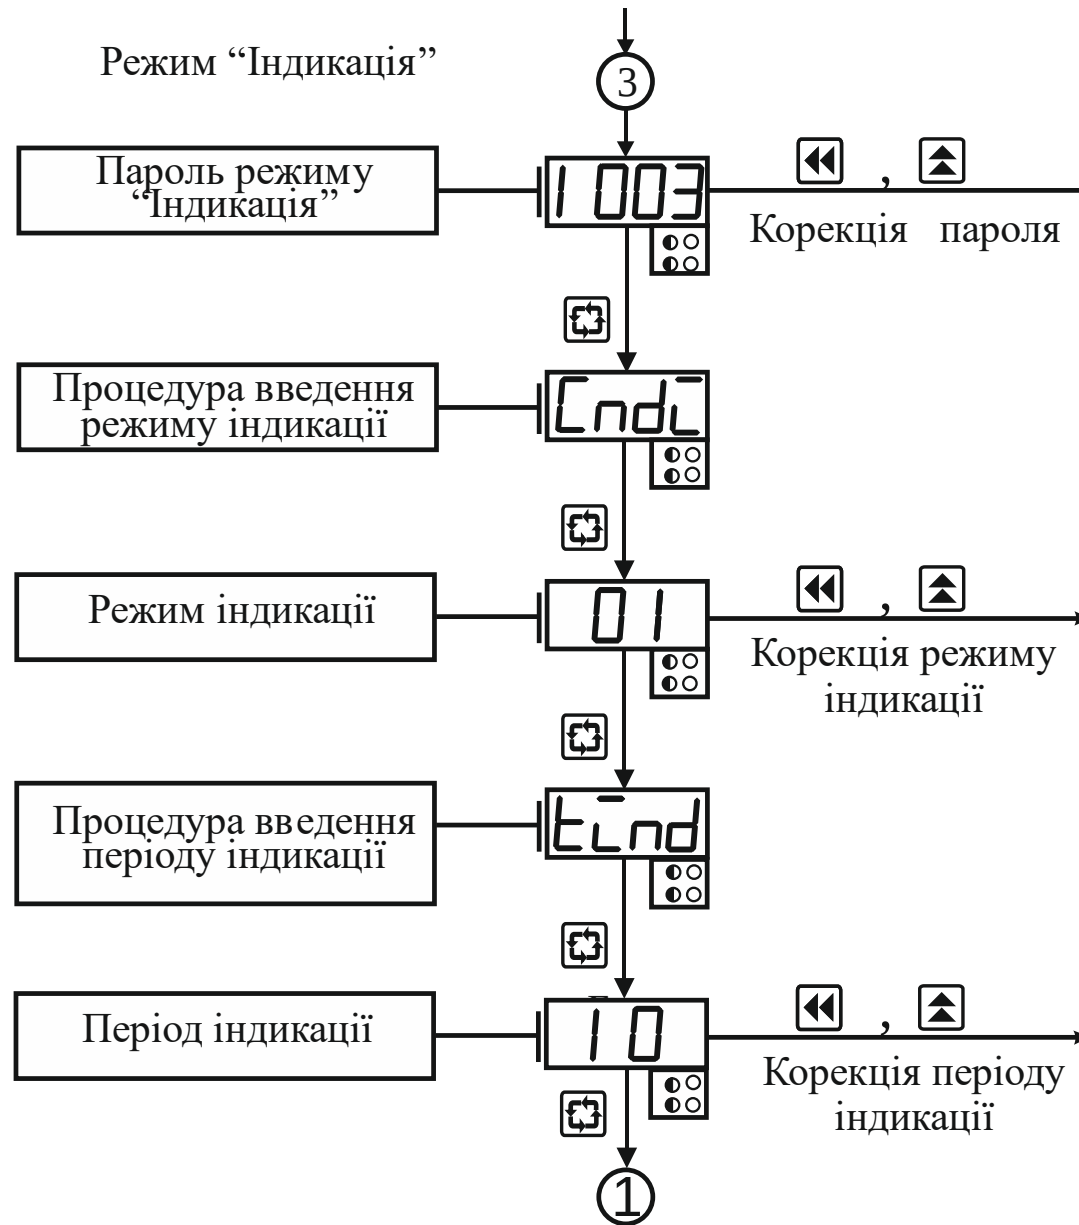

Рисунок 3.9 – Схема алгоритму роботи в режимі "Індикація"
3.4.3.1 Режим “Індикація” (рисунок 3.9) визначає режим відображення інформації в режимі «Робота».